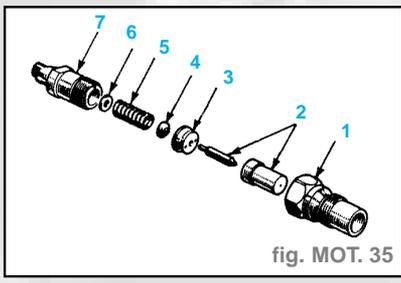

fig. MOT. 35
- Desserrer l'écrou (1) de fixation de l'injecteur (fig. MOT. 35).